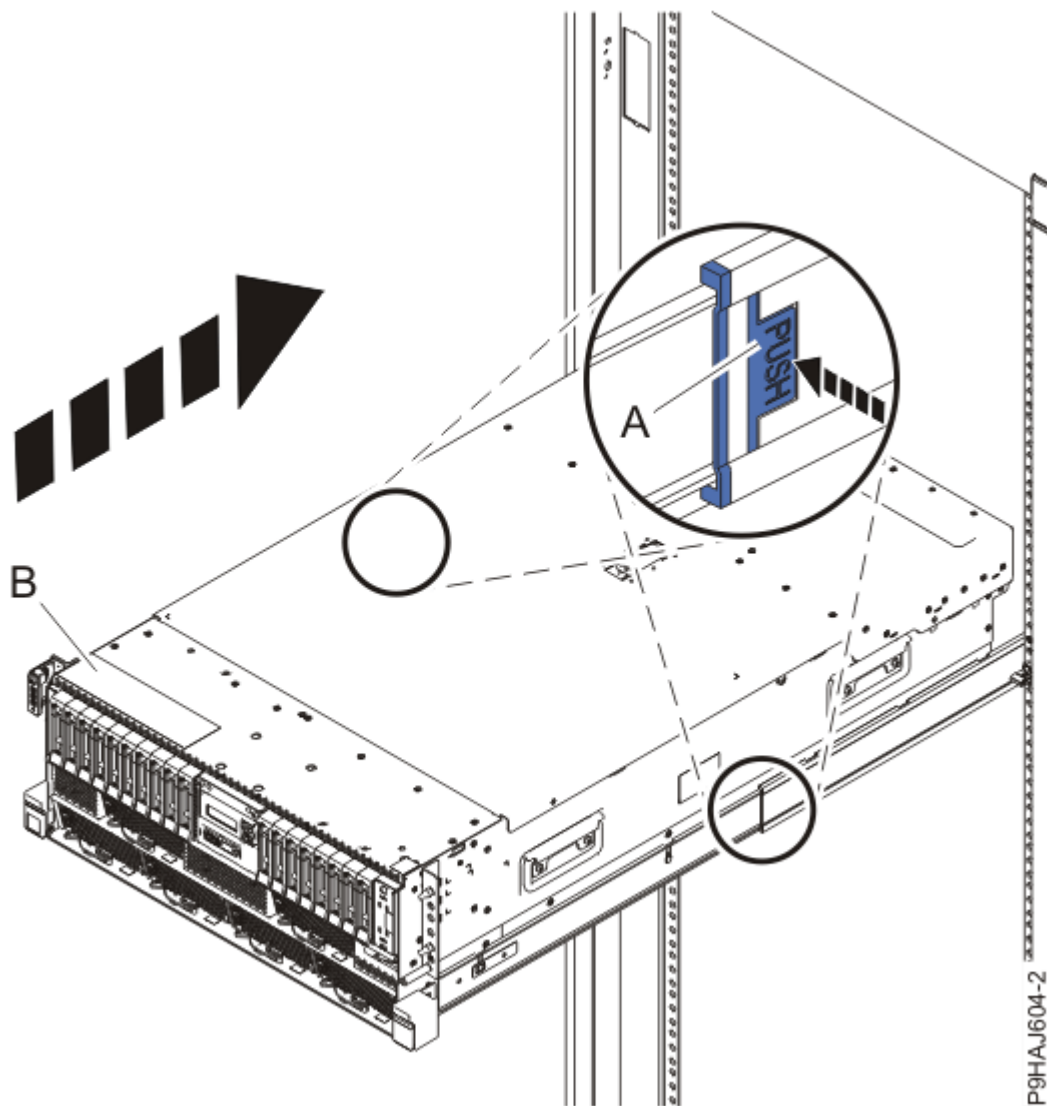

Figura 38. Colocando o Sistema na Posição de Operação
5. Para um sistema montado em rack, desbloqueie as travas de segurança do trilho azuis **(A)**, como mostrado na Figura 38 na página 41, empurrando-as para dentro.